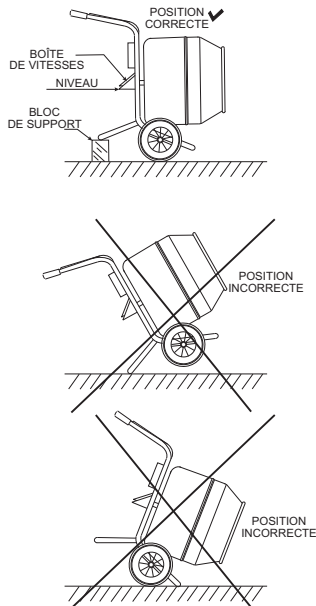

Figure 29. Positionnement du mélangeur (Niveau d'huile dans la boîte de vitesses)
1. Placez le mélangeur sur une surface plane et placez un **bloc de support** sous l'avant du cadre du mélangeur tel qu'illustré à la Figure 29. Ceci mettra le mélangeur à niveau.